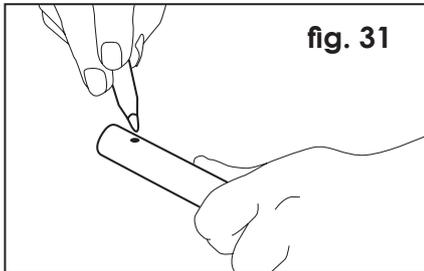

fig. 31
- d) Die Einstecktiefe des Rohres in den Fitting auf dem Rohr markieren (Maße dem technischen Handbuch der Schweißmaschine entnehmen) (fig. 31).